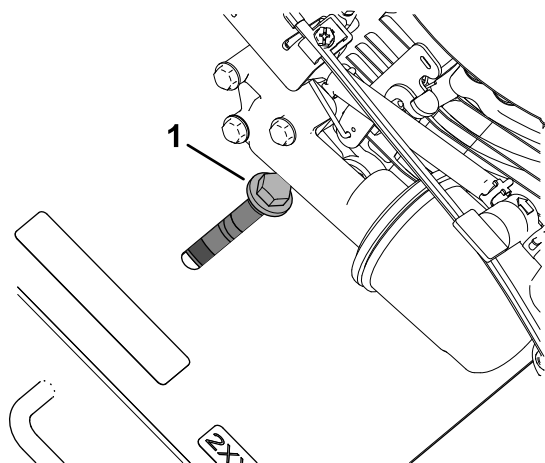

Figure 51
2. Desserrez le contre-écrou à embase et la vis qui fixent la poulie de tension de la courroie au cadre de la machine, déplacez la poulie de tension vers l'intérieur et déposez la courroie de la poulie de la boîte-pont (Figure 51 et Figure 52).